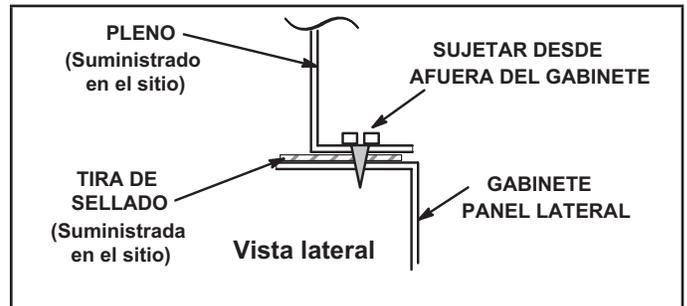
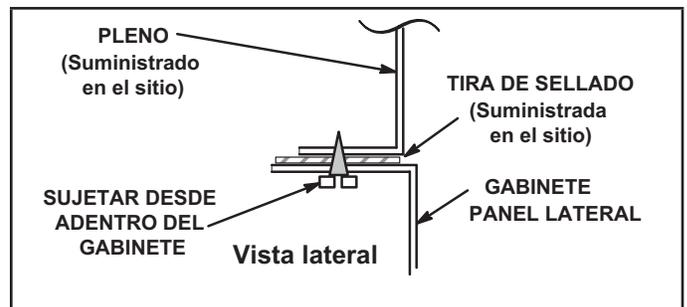

FIGURA 17
FIGURA 18
- 1 - El borde inferior del pleno debe bridarse con un borde dobladillo (FIGURA 17 y FIGURA 18).